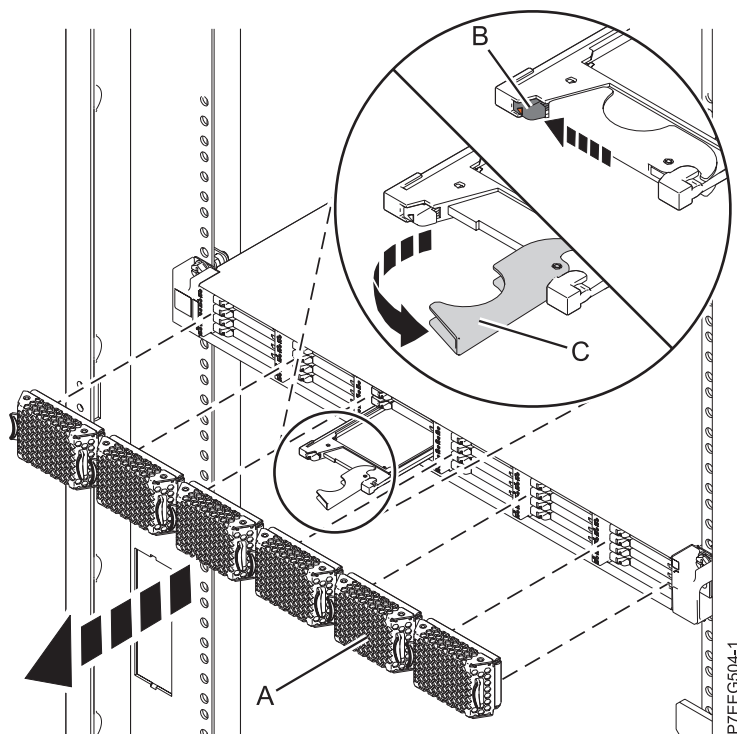

Figura 30. Extracció de la unitat d'estat sòlid des de Allotjament d'emmagatzematge EDR1 PCIe
1. Aixegueu la tapa bisellada (A) que cobreix la ranura que conté la unitat d'estat sòlid.
2. Desplaceu el pestell d'alliberació (B) amb compte per tal de desbloquejar la nansa de la unitat. Consulteu Figura 30.
4. Quan el LED d'identificació de la unitat d'estat sòlid parpellegi, agafeu la nansa (C) i feu sortir parcialment la unitat de la ranura.